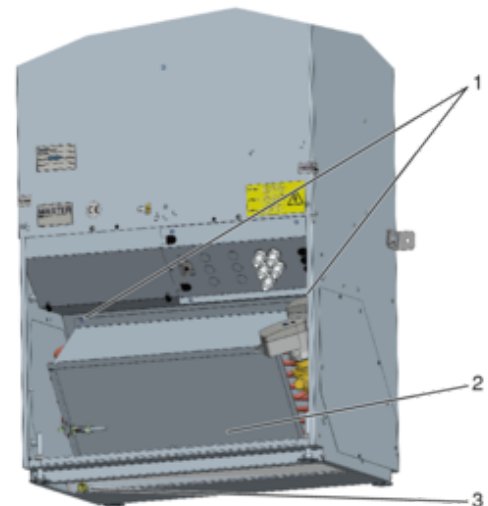

Abb. 42: Wärmeübertrager SCHOOLAIR-V-HV
7. ▶ Die Kondensatwanne (Abb. 42 /2) mit handelsüblichen Reinigungs- oder Desinfektionsmitteln reinigen.
- Kondensatablauf (Abb. 42 /3) (optional) auf freien Ablauf prüfen.